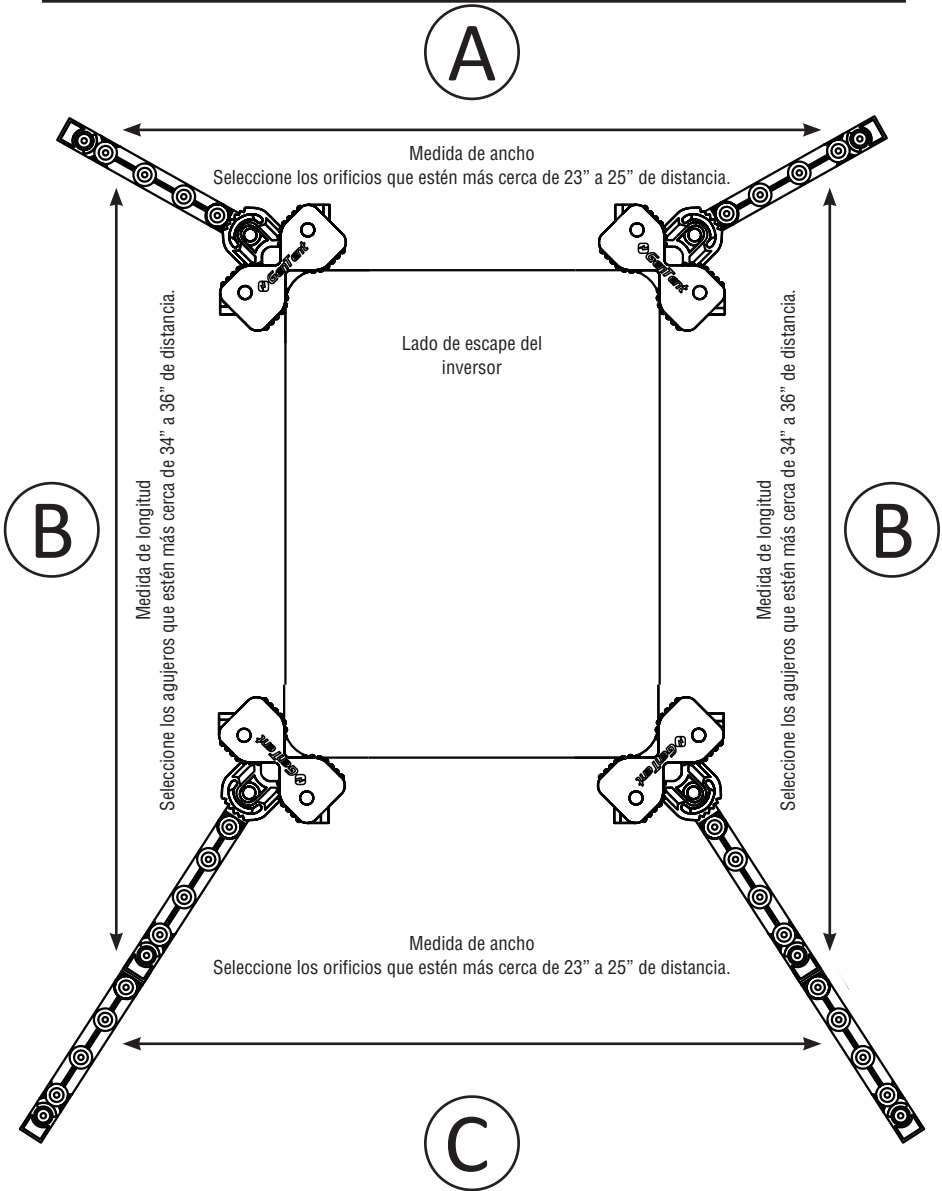

Fig. 2.4
e. Déplacez-vous vers l'extrémité opposée de votre échappement et ajoutez des bras d'extension uniformément jusqu'à ce que vous puissiez mesurer une longueur comprise entre 34" et 36". (Fig. 2.4 "B")
f. Mida el ancho entre los orificios de las varillas en el segundo juego de abrazaderas angulares para asegurarse de que la distancia esté entre 23" y 25" (Fig. 2.4 "C")